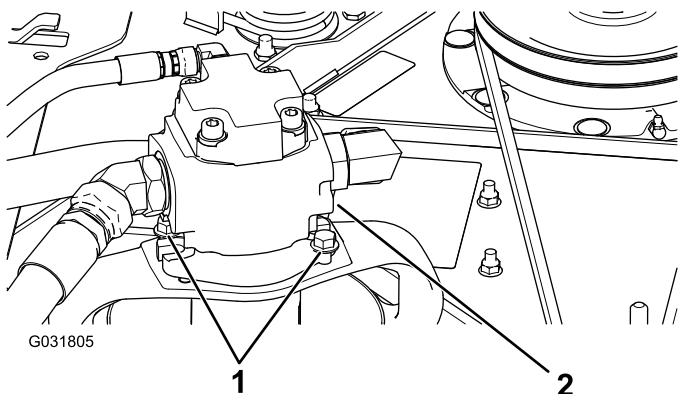

Figura 115
5. Rimuovete i bulloni che fissano il motore idraulico al piatto di taglio (Figura 115).
3. Rimuovete i bulloni che fissano il motore idraulico al piatto di taglio (Figura 115).